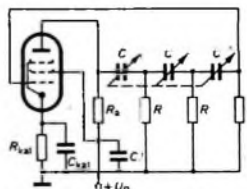
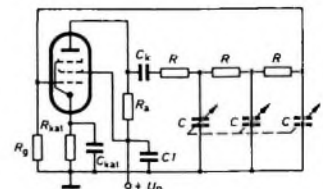

Bild 10. Schaltung eines RC-Phasenschiebergenerators mit dreigliedriger durchstimmbarer RC-Kette erster Art
Bild 11. RC-Phasenschiebergenerator mit einer dreigliedrigen durchstimmbaren RC-Kette zweiter Art
Setzt man eine dreigliedrige RC-Kette erster Art mit veränderbaren Kapazitäten (etwa nach Bild 4) in den Kasten mit der Bezeichnung „RC-Phasenschieber für 180° “ in dem grundsätzlichen Schaltchema für einen RC-Phasenschiebergenerator (Bild 1) ein, so erhält man eine einfache Schaltung eines RC-Phasenschiebergenerators, wie sie im Bild 10 wiedergegeben ist. Verwendet man dagegen eine dreigliedrige RC-Kette zweiter Art (zum Beispiel nach Bild 7), so erhält man eine RC-Generator-Schaltung gemäß Bild 11. Bei diesen Schaltungen ist jedoch im Gegensatz zu der Schaltung im Bild 1 eine Pentode vorhanden, da bei einer dreigliedrigen RC-Kette eine mindestens 29fache Verstärkung erforderlich ist, um die Spannungsuntersetzung von $K = 29:1$ der RC-Kette wettzumachen. Eine so hohe Verstärkung ist aber mit einer Triode nicht mehr zu erreichen. Außerdem sind im Bild 10 der Koppelkondensator C_k und der Gitterableitwiderstand R_g weggelassen worden, da hier die Funktion von C_k von dem ersten Kondensator C und die Funktion des Gitterableitwiderstandes R_g vom letzten Widerstand R der RC-Kette übernommen wird. Bei der Schaltung im Bild 11 dagegen müssen diese Bauelemente vorhanden sein.
Die Wirkungsweise der Schaltungen in den Bildern 10 und 11 sei hier noch einmal kurz zusammengefaßt: Am Anodenwiderstand R_a tritt die von der Röhre verstärkte Wechselspannung auf. Für die Frequenz f_{013} (beziehungsweise f_{0113} bei der Schaltung im Bild 11), die sich aus Gl. (4) (beziehungsweise aus Gl. (5) bei Bild 11) ergibt, beträgt die Phasenverschiebung zwischen der Eingangs- und der Ausgangsspannung der RC-Kette genau 180° . Die Ausgangswechselspannung der RC-Kette gelangt zum Steuergitter der Röhre. Da sie infolge der Phasenumkehr durch die RC-Kette mit der ursprünglichen Steuerspannung der Röhre in Phase ist, addiert sie sich zu dieser Steuerspannung und erscheint in verstärkter Form wieder am Anodenwiderstand R_a . Von dort gelangt sie abermals über die RC-Kette zum Steuergitter der Röhre usw. Da immer so viel Energie auf das Steuergitter zurückgeführt wird, wie infolge der Dämpfung der RC-Kette und der übrigen Verluste in der Schaltung verlorengeht, kann sich am Anodenwiderstand R_a eine ständige Wechselspannung von bestimmter Amplitude und Frequenz ausbilden, das heißt, die Schaltung erzeugt ungedämpfte Schwingungen.
Wie aus den Gleichungen (4) bis (7) ersichtlich ist, hängt die Generatorfrequenz sowohl von der Größe der Kondensatoren als auch von der Größe der Widerstände der RC-Kette ab. Man kann deshalb die Frequenz eines RC-Generators außer durch eine Kapazitätsvariation auch durch Variieren der Widerstandswerte der RC-Kette verändern. Wollte man einen RC-Generator beispielsweise als Tongenerator verwenden, mit dem sich ein Frequenzband von 50 bis 10 000 Hz überstreichen läßt, so wäre dafür bei einer Schaltung nach Bild 10 oder Bild 11 ein Dreifachdrehkondensator mit dem Kapazitätsverhältnis 1 : 200 erforderlich. Handelsübliche Drehkondensatoren haben jedoch nur eine Kapazitätsvariation von 1:10. Mit veränderbaren Widerständen (Potentiometer) erreicht man dagegen ein Widerstandsverhältnis von 1:200 ohne Schwierigkeiten, und damit ließe sich der Frequenzbereich von 50 Hz bis 10 000 Hz überstreichen. Die Abstimmung mit Potentiometern wirft aber neue Probleme auf. Bei Potentiometern ist nämlich ein absoluter Gleichlauf der Widerstandskurven der drei für die Abstimmung erforderlichen Potentiometer in Abhängigkeit vom Drehwinkel nur schwer zu erreichen, auch wenn diese Potentiometer auf einer gemeinsamen Achse als Mehrfachpotentiometer angeordnet sind. Bei schlechtem Gleichlauf der Widerstandswerte der Potentiometer schwankt aber die Ausgangsspannung des RC-Generators beträchtlich. Bei Mehrfachdrehkondensatoren besteht dagegen im allgemeinen ein guter Gleichlauf der Kapazitätswerte aller Teilkondensatoren in Abhängigkeit vom Drehwinkel.